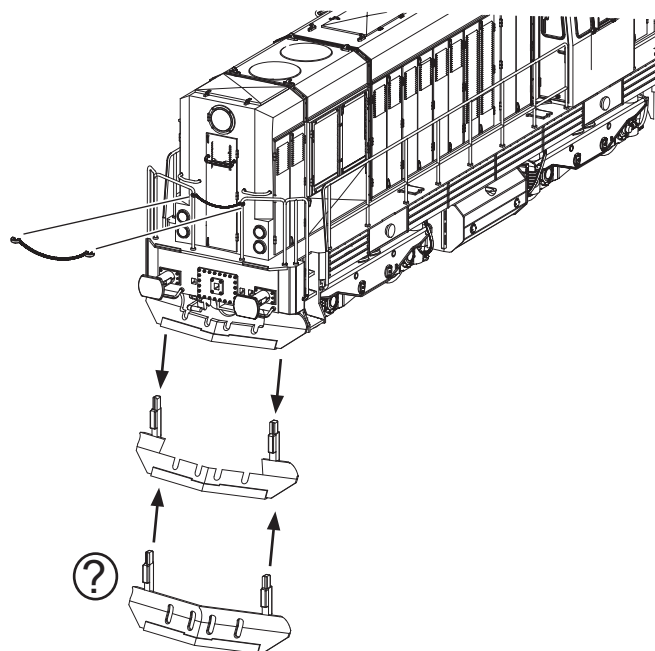

Fig. 3
2. Schmierung: Versehen Sie die im Schmierplan in Fig. 8 gekennzeichneten Stellen mit nur **kleinen Öltropfen**. Dazu zuerst das Lokgehäuse abnehmen (Fig. 3). Wir empfehlen den **ROCO Öler Art.-Nr. 10906**. Fürs Schmieren der Getriebeteile (Zahnräder, Schnecke) empfehlen wir das **ROCO-Spezialfett Art.-Nr. 10905**. Im Falle der Schmierung diese Teile **nicht ölen**.
Mehrzugbetrieb: Zuerst Lokgehäuse abnehmen (Fig. 3). Danach den Brückenstecker aus der Schnittstelle entfernen (diesen sorgsam aufbewahren). Danach den Stecker des Decoders lage-richtig einsetzen (Fig. 5).
2. Lubrication: Apply **tiny oil drops** to spots marked in fig. 8. Prior to lubrication dismantle locomotive (fig. 3). We recommend using item no. **10906, Roco oiler**. For lubrication the gearparts (e.g. cogwheels, worm) we would recommend our Roco **special grease** (item no. **10905**).
2. Graissage: N'appliquez **qu'une tout petite goutte** aux endroits indiqués par le plan de graissage (fig. 8) après avoir démonté la caisse de la locomotive (fig. 3). Nous vous recommandons **le graisseur à huile Roco réf. 10906**. Pour graisser les engrenages (roues dentées, vis sans fin) nous vous conseillons la **graisse spéciale Roco réf. 10905** pour engrenages en matières synthétiques. Lorsque vous utilisez cette graisse il faut éviter d'huiler ces composants.
voir } Fig.3